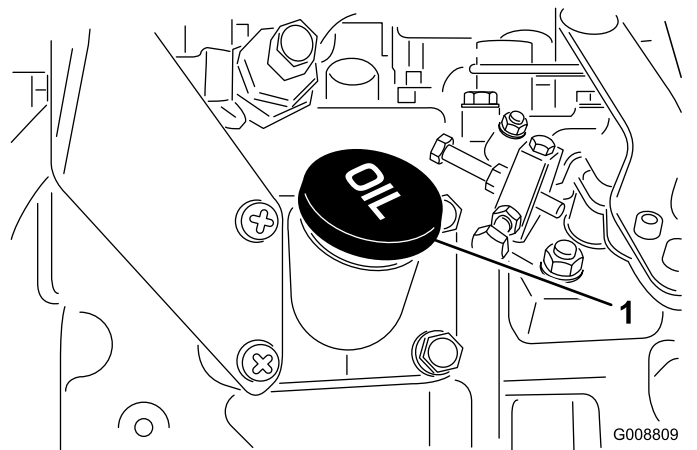

Figura 15
4. Se o nível de óleo se encontrar abaixo da zona de segurança, deverá retirar a tampa de enchimento (Figura 15) e adicionar óleo até que o nível atinja a marca desejada. **Não encha demasiado.**